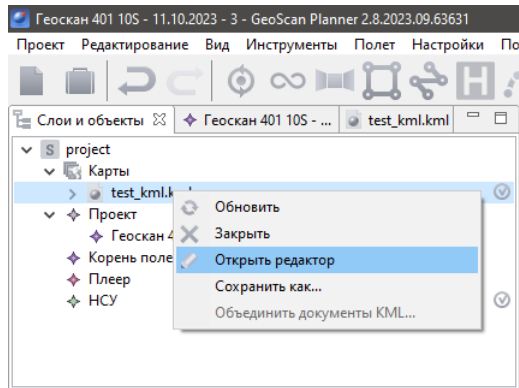

Рис. 30: Открытие файла KML в редакторе
3. Откройте созданный файл в редакторе (рис. 30). Для этого перейдите в режим